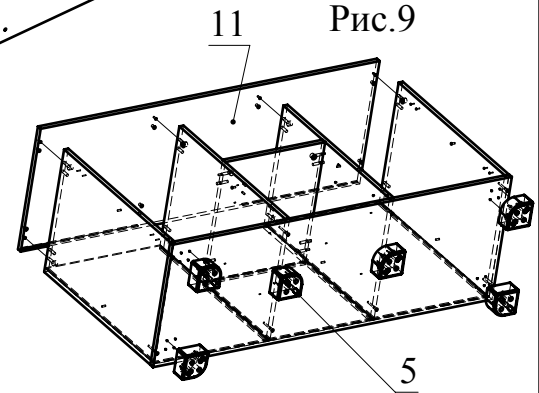

Рис.9
5. С помощью шурупов 3,5x16 прикрутите опоры по разметке. Поставьте тумбу вертикально с помощью минификс соедините детали 1и 2,3,4,5 (Рис.9).